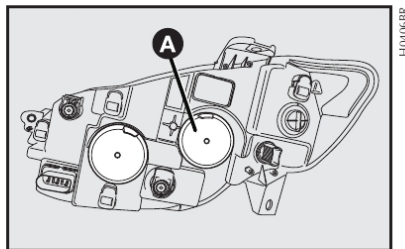

fig. 27
- 1) Retirar a tampa de borracha **A-fig. 27**;
- 4) Recolocar a tampa de borracha **A-fig. 27**.